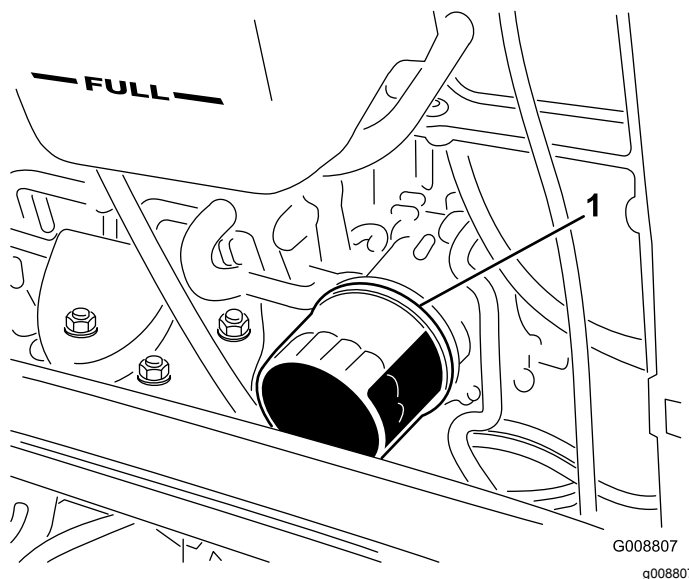

Figura 37
- Retire el filtro de aceite (Figura 37).